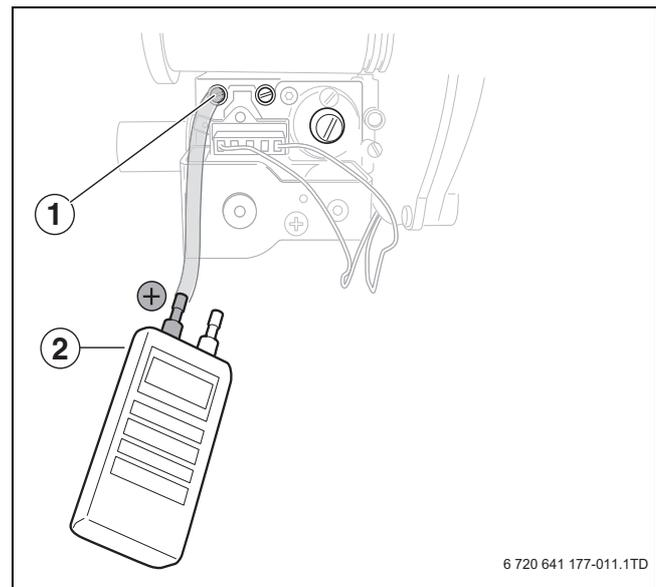

Bild 60 Gas-Anschlussdruck prüfen
- Kappe vom Einstellschraube Gas-Luft-Verhältnis ( $\rightarrow$  Bild 60, [1]) abnehmen.
- An der Einstellschraube ( $\rightarrow$  Bild 60, [1]) das Gas-Luft-Verhältnis einstellen.